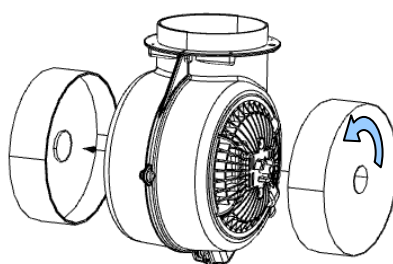

Abb. 10
6.2.1 Einbauen und tauschen des Aktivkohlefilters (Abb. 10)
- ⤴ Stecken Sie den Aktivkohlefilter auf den Motor und befestigen Sie diesen mit einer Vierteldrehung im Uhrzeigersinn per Bayonettschluss (Abb. 10).